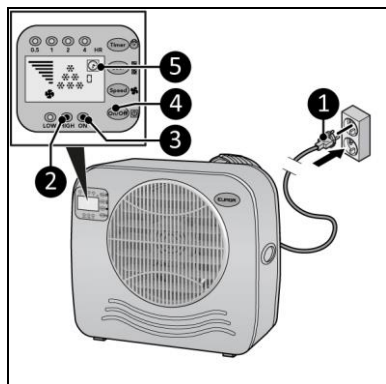

Abbildung 10
2. Stecken Sie den Netzstecker (Abbildung 10, Pos. 1) in eine leicht zugängliche geerdete Steckdose. Verwenden Sie eine geerdete Steckdose mit einer Mindestleistung von 450 Watt.
4. Drücken Sie die EIN/AUS-Taste (Abbildung 10, Pos. 4), die Betriebsanzeige (Abbildung 10, Pos. 3) und die Hoch-Anzeige (Abbildung 10, Pos. 2) leuchten auf. Auf dem Display erscheinen die Zeitanzeige und 6 Kühlanzeigen (Abbildung 10, Pos. 5). Das Gerät arbeitet jetzt mit hoher Kapazität.